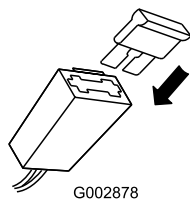

Figura 8
2. Inserite il fusibile (che trovate nel sacchetto delle parti sciolte) nel portafusibili (Figura 8).